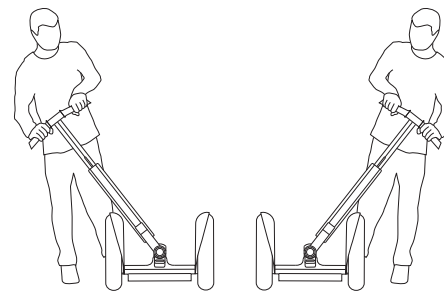

Ilustración 6: compruebe el eje LeanSteer
5. Con el Segway PT apagado (OFF), incline el eje LeanSteer del todo hacia la izquierda y hacia la derecha hasta que toque cada protector (consulte la **ilustración 6**).